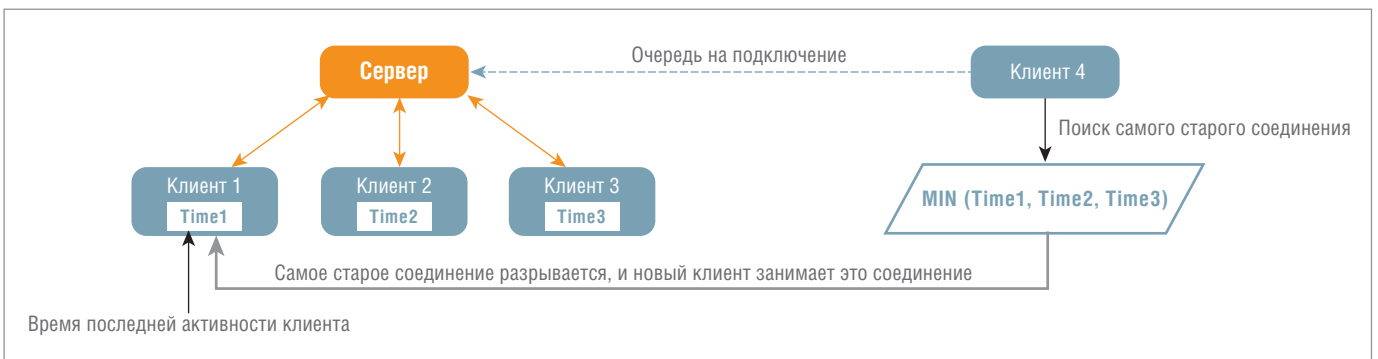

Рис. 7. Обработка подключения нового клиента
2. Программа может не закрывать клиентский сокет, а сохранить установленное соединение. В этом случае, один раз установив соединение, клиент будет постоянно отправлять и получать данные от сервера. Такой режим работы более эффективный, но может возникнуть ситуация, когда все клиентские соединения будут заняты и новый клиент не сможет подключиться к серверу. Решить данную ситуацию можно различными способами. Один из вариантов – наблюдать за последним временем активности клиентских сокетов и отключать самое старое соединение в случае, если в очереди обнаружился новый клиент (рис. 7).